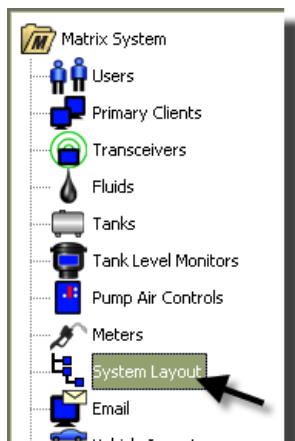

FIG. 123
1. Pour afficher l'écran principal de configuration du système, sélectionnez **Configuration du Système** (System Layout) de la liste sur le panneau du Système Matrix (FIG. 123). Avant d'établir la Configuration du système, vous devez d'abord ajouter les réservoirs (page 79) et les compteurs (page 92).